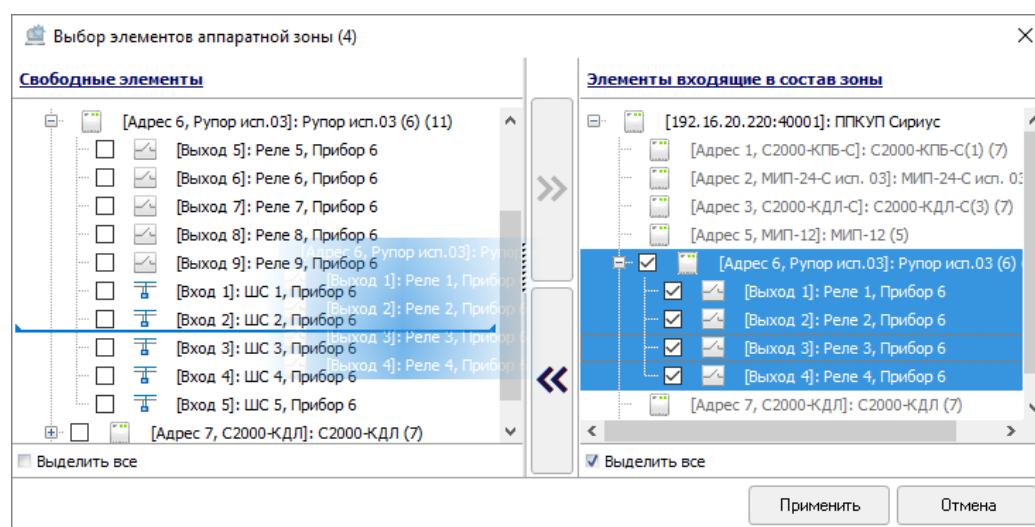

Рисунок 6-314 Удаление элементов и приборов из состава аппаратной зоны перетаскиванием
- в поле «Элементы, входящие в состав зоны» выделите один или несколько элементов/приборов (для выделения сразу нескольких элементов/приборов нажмите на клавиатуре и удерживайте клавишу <Shift> для выбора диапазона или клавишу <Ctrl> для комбинированного выбора) и, удерживая нажатой левую клавишу мыши, перетаскивайте выделенные элементы/приборы в поле «Свободные элементы» (см. Рисунок 6-314).